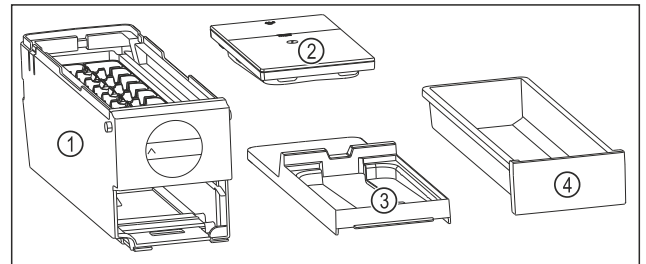

Fig. 107 Az EasyTwist-Ice alkotórészei
- ▶ Az EasyTwist-Ice egység négy darabra van szétszedve. (lásd Fig. 107)
- ▶ Az EasyTwist-Ice egységet csak az ábrázolt alkotórészekre szedje szét. (lásd Fig. 107)
- ▶ Az EasyTwist-Ice testét Fig. 107 (1) egy egységként tisztítsa.